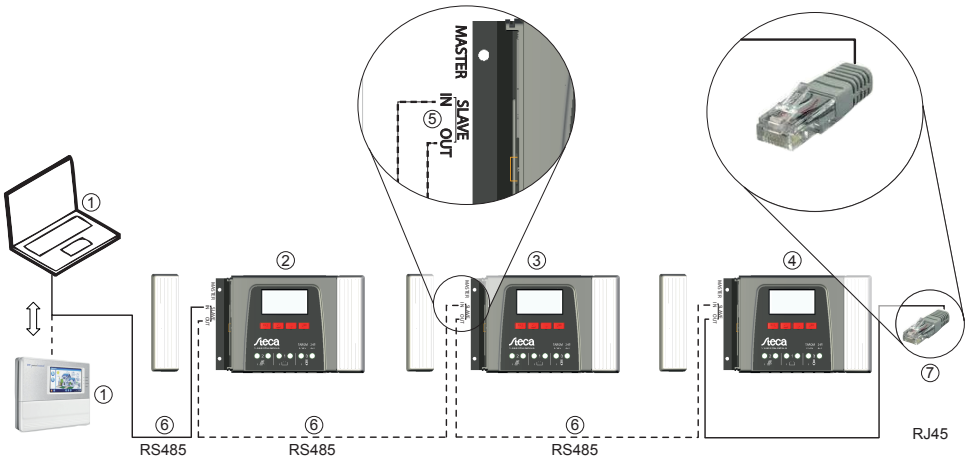

Abb. 2: Verkabelung des Slave-Bus
- Es darf nur 1 Master angeschlossen sein ① (Abb. 2). Mögliche Master: PC oder Datenlogger oder ein anderes, für Inselanlagen geeignetes Master-Gerät von Steca.
- Jeder Slave ②, ③, ④ muss eine eigene Adresse im Bereich von 1 bis 99 haben; keine Adresse darf doppelt vorkommen. Slave-Adresse des Reglers einstellen unter „Hauptmenü“ ▶ „Einstellung System“ ▶ „RS485 Slave-Adresse“.
- Der Master an einem Ende des Busses und der Slave am anderen Ende müssen terminiert sein ⑦; siehe Master-/Slave-Anleitung.